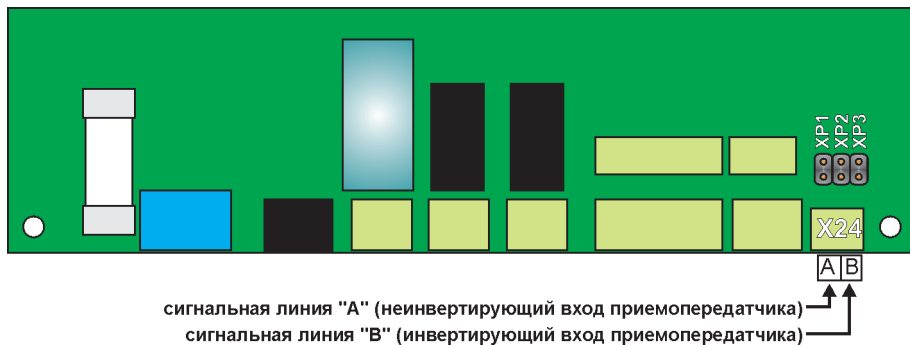

Рисунок 2 - Расположение клемм подключения
- согласующий резистор (терминатор) необходим для согласования входного сопротивления приемника сигнала с волновым сопротивлением линии связи. При несогласованных сопротивлениях возникает эффект отраженного сигнала, что приводит к возникновению сбоев в передаче данных. Включение встроенного в УПП согласующего резистора (терминатора) осуществляется с помощью перемычки ХР2 на контроллере (см. рисунок 2). По умолчанию согласующий резистор включен (заводская установка).
- резисторы защитного смещения необходимы для повышения помехоустойчивости сети RS-485 в то время, когда все устройства в сети находятся в режиме ожидания, и ни одно из них не передает данных. Включение встроенных в УПП резисторов защитного смещения осуществляется перемычками ХР1 и ХР3 (см. рисунок 2). По умолчанию встроенные в УПП резисторы защитного смещения включены (заводская установка).